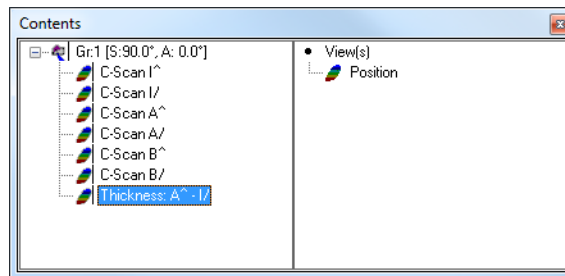

Abbildung 7-2 Auswahl eines C-Bilds der Dicke
5. Wählen Sie im Dialogfeld **Inhalt** die Ansicht eines C-Bilds der Dicke aus (siehe Abbildung 7-2 auf Seite 352).